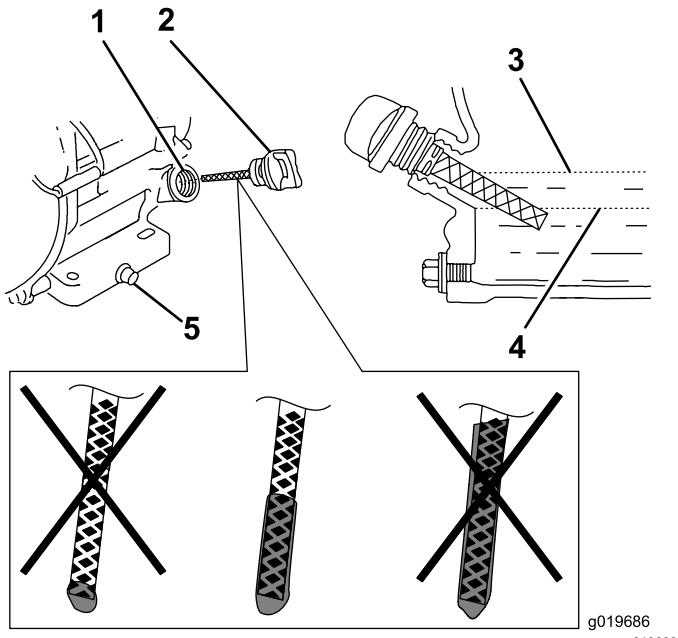

図 28
6. ディップスティックを抜いてエンジンオイルの量を点検する図 28。